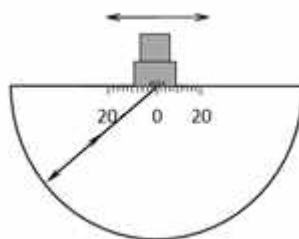

Рисунок 10.2
10.1.4.4 Установить ПЭП на поверхность меры №3, предварительно нанеся контактную жидкость, так, чтобы имеющаяся точка выхода луча ПЭП оказалась ориентировочно у отметки «0» по шкале «20-0-20» меры №3 (рисунок 10.2). Перемещая ПЭП, определить его положение, при котором амплитуда эхо-сигнала от цилиндрической фокусирующей поверхности будет максимальна. Изменяя усиление кнопками  и , установить амплитуду эхо-сигнала, равную от 1,5 до 7,5 клетки по высоте А-развертки.